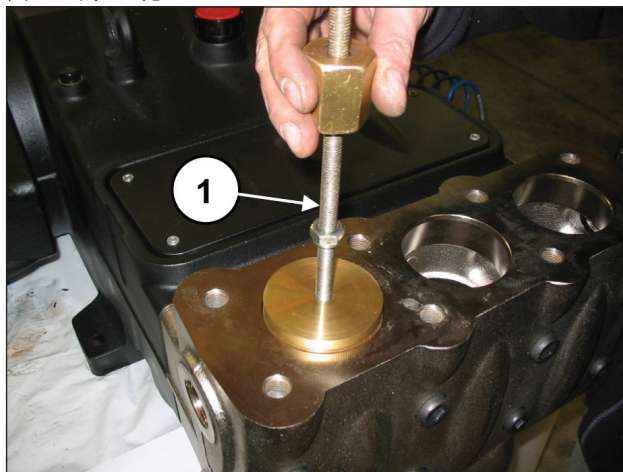

图90
取出阀塞，将带冲击锤的提取器安装在阀塞（部件号①，图90）的M10孔上。